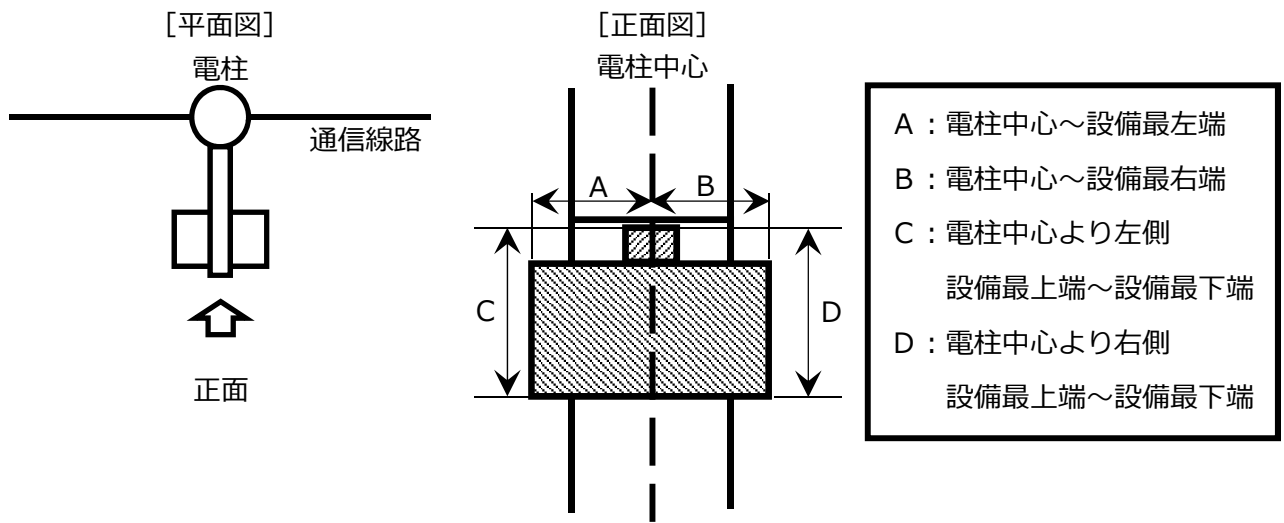

図1 取付寸法について
- (1) 提供対象は図 1 [平面図] の設備正面とする。
- (2) 具体的な取付寸法は図 1 [正面図] の通り「A, B, C, D」を提供する。なお，寸法単位は cm，整数とし，小数点以下切り上げとする。